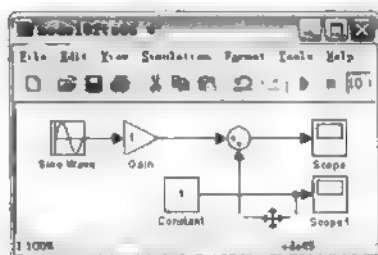

图 2.17 连线移动前
(1) 单击希望移动的连线。
(2) 将鼠标指针移到连线上，鼠标指针形状会变为移动图标(十字形)，按住鼠标左键并拖动鼠标，前后对比如图 2.17 所示。